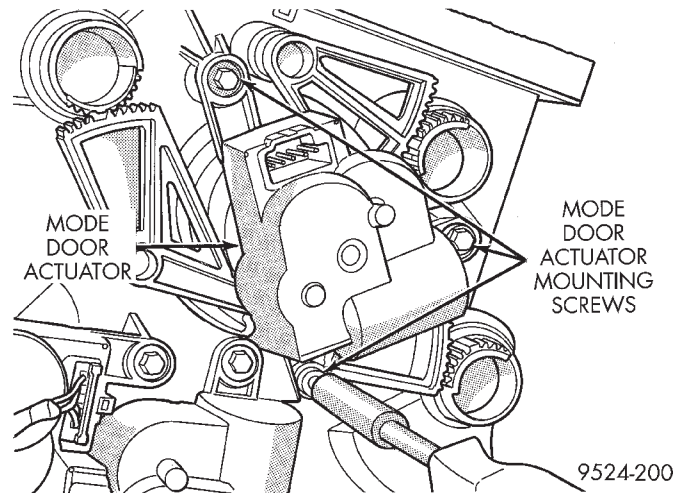

Fig. 42 Mode Door Actuator
(4) Remove mode door actuator (Fig. 42).